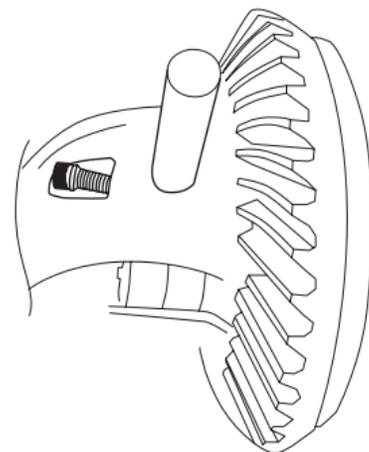

Рис. 11
16. Установите стопорный винт (штифт) оси сателлитов и закрутите его моментом, указанным в Руководстве. (рис. 11)